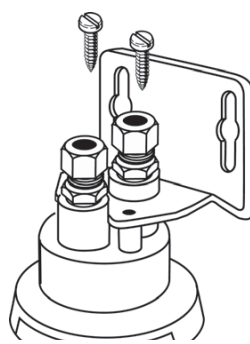

Figure 5
- Retirer les deux vis supérieures du sommet du module de tête. Placer soit le raccordement d'entrée ou celui de sortie dans le gros orifice du support et replacer ces deux vis. La tête du filtre est maintenant fixée et prête à être raccordée à la tuyauterie (figure 5).